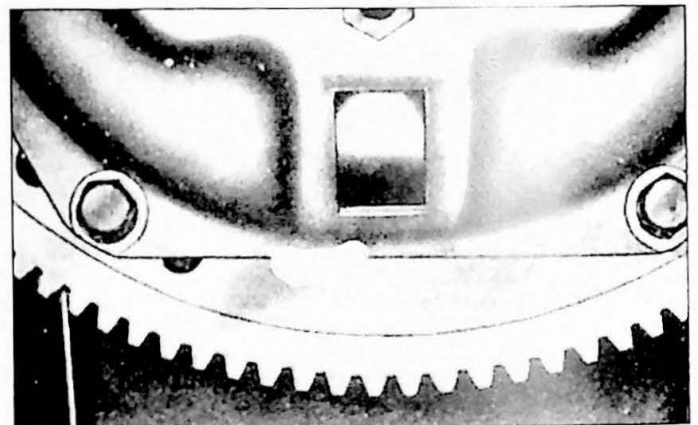

Fig. 5.5. Markering van de koppeling op het vliegwiel
6. Controleer of de koppeling en het vliegwiel zijn gemarkeerd met verf zoals op Fig. 5.5. Als dit niet zo is, markeer dan de koppeling en het vliegwiel met een doorslag. Dit moet gedaan worden om na reparatie van de koppeling alles weer op de juiste plaats te kunnen monteren. Verwijder het koppelingshuis.
1. Draai het vliegwiel tot de markering, of tot het bij de demontage gemaakte teken zichtbaar wordt (Fig. 5.5).